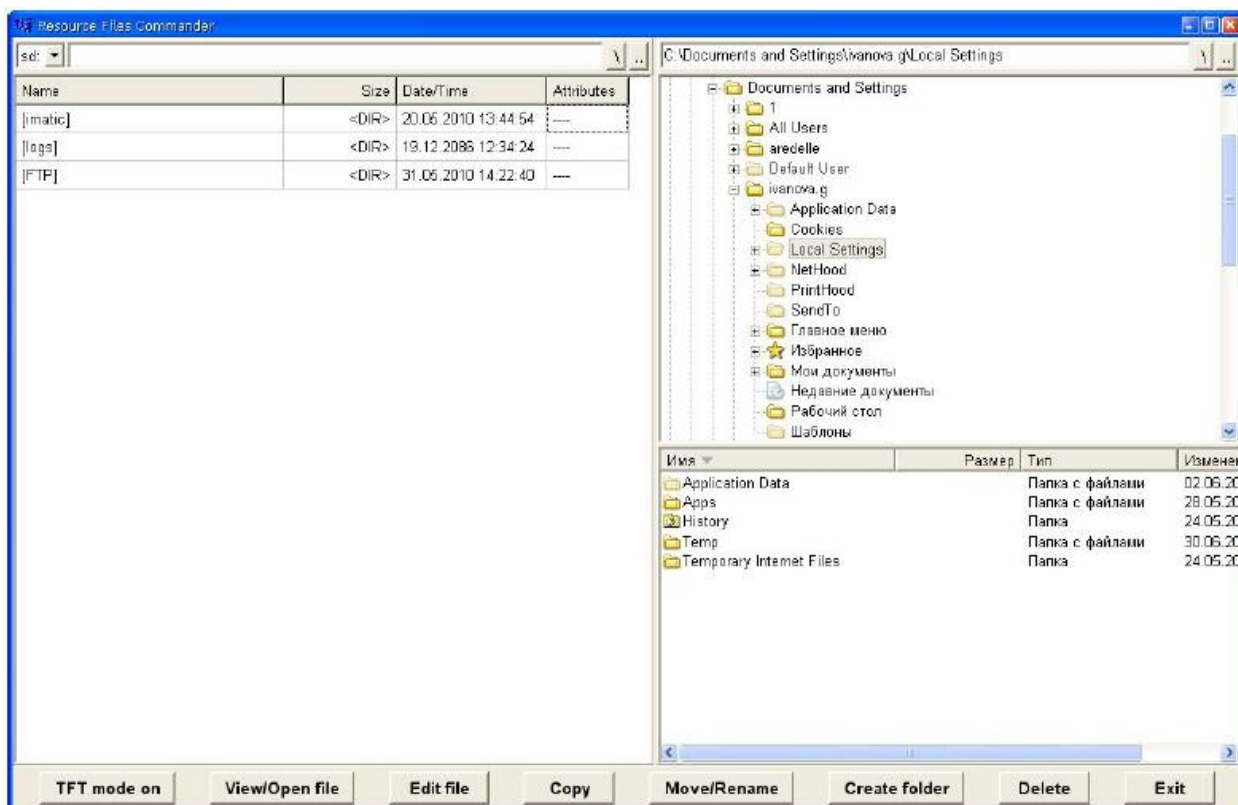

Рисунок 2– Окно «Файловый менеджер»
□ **«Файловый менеджер» («Resources files»)** – открывает встроенную утилиту «Resource Files Commander», рисунок 2, для считывания информации, позволяет считать информацию из встроенной памяти изделия или с внешней карты памяти MicroSD, установленной в изделии без ее извлечения